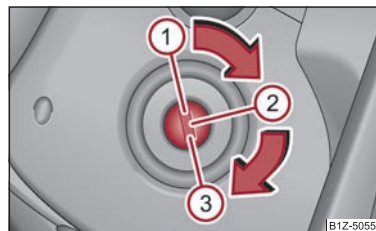

Fig. 112 Pozițiile cheii în contact
- Motorul se oprește prin rotirea cheii în contact în poziția ① ⇒ pagina 102, fig. 112.